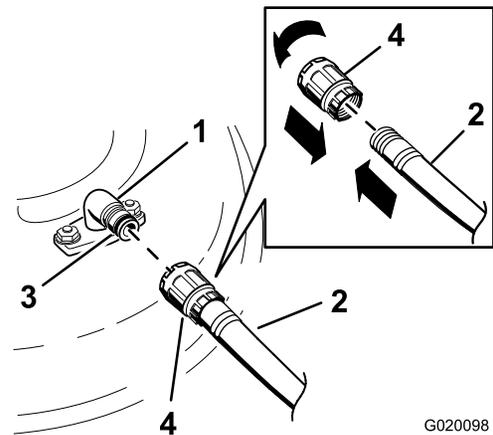

Figure 73
3. Branchez le raccord du tuyau d'arrosage à au raccord de lavage de la tondeuse et ouvrez l'eau en grand (Figure 73).